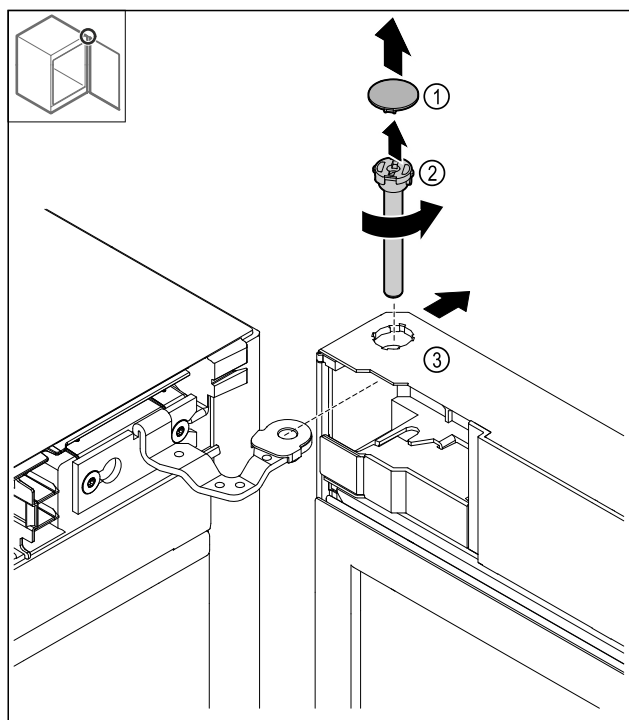

Fig. 19
- ▶ Detașați capacul Fig. 19 (1).
- ▶ Desfaceți bolțul Fig. 19 (2) în sens antiorar și extrageți-l.
- ▶ Basculați ușor ușa Fig. 19 (3).